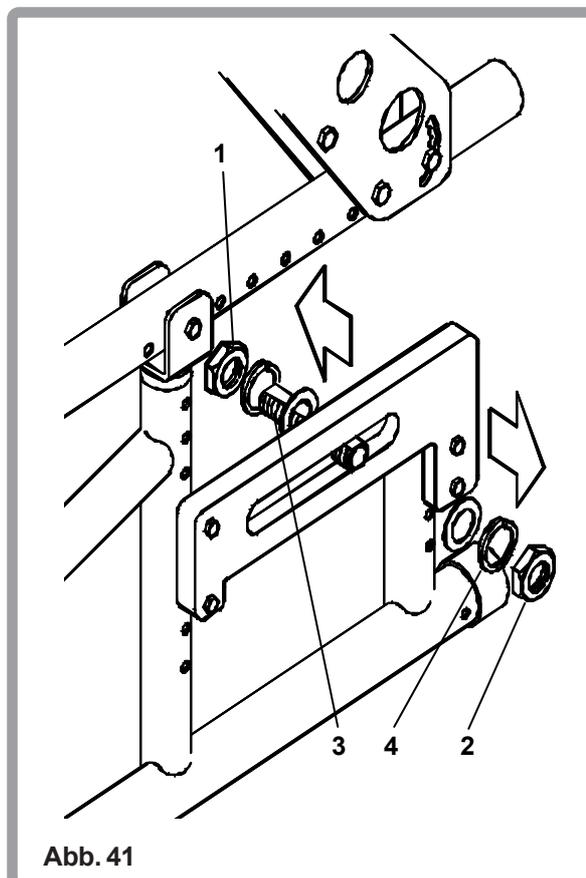

Abb. 41
Der Radabstand (Abb. 41) ist die Distanz zwischen den beiden Hinterrädern und kann eingestellt werden, indem die innere (1) und äussere Mutter (2) gelöst und nach aussen oder innen gedreht werden. Befindet sich der Radadapter (3) in der gewünschten Position, ziehen Sie die beiden Muttern wieder an.